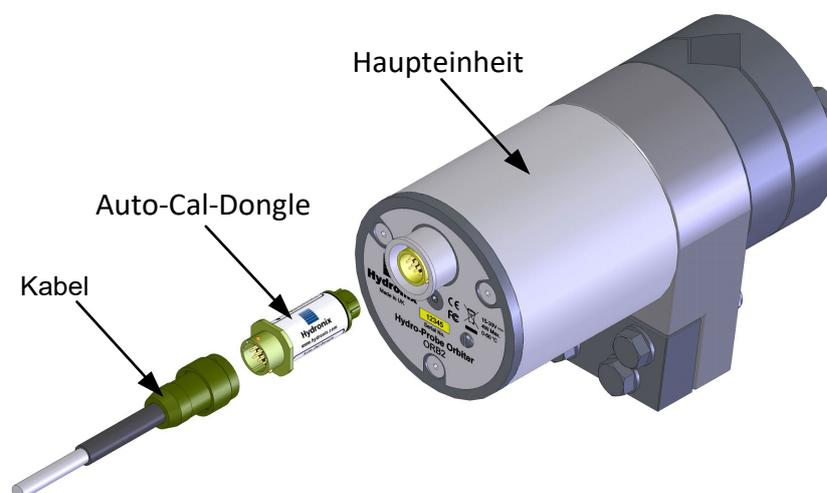

Abbildung 19: Anschließen des Auto-Cal-Dongles
Das Anpassen von Haupteinheit und Sensorarm ist möglich, indem der Auto-Cal-Dongle zwischen Sensorkabel und Haupteinheit angeschlossen wird (Abbildung 19).
2. Schließen Sie den Auto-Cal-Dongle an Haupteinheit und Sensorkabel an (Abbildung 19). Der Auto-Cal-Dongle blinkt 30 Sekunden rot im Rhythmus Hell-Dunkel-Hell.